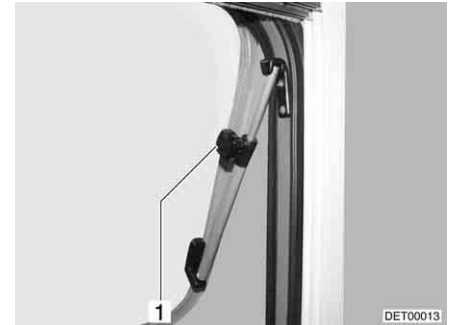

Bild 71 Ausstellfenster mit Dreh-Ausstellern, geöffnet
- Ausstellfenster bis zur gewünschten Stellung öffnen und mit Rändelknopf (Bild 71,1) feststellen.
- Rändelknopf (Bild 71,1) drehen, bis Arretierung freigegeben wird.